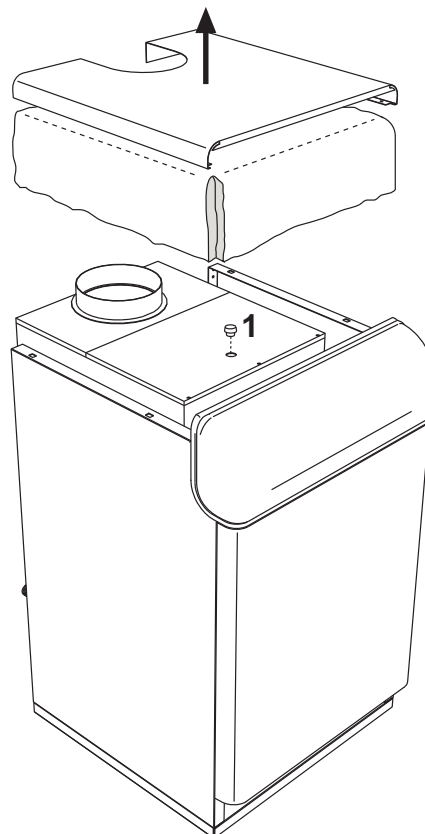

рис. 96 - Анализ сгорания
Внутри котла, в верхней части прерывателя тяги, предусмотрена одна точка отбора проб дымовых газов (смотреть рис. 96)
3. Откройте штуцер отбора дымовых газов 1 в рис. 96;